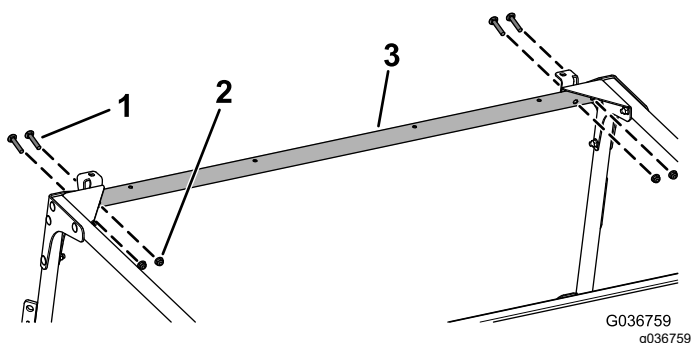

Figura 36
10. Sujete provisionalmente el enlace transversal delantero a los soportes y a las chapas de unión delanteras con 4 pernos de cuello cuadrado (5/16" x 1¾") y 4 tuercas con arandela prensada (5/16"), como se muestra en la Figura 36.